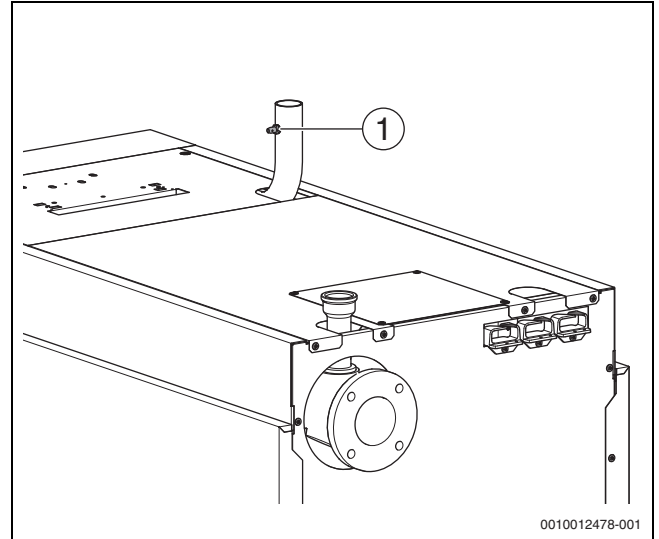

Bild 29 Gasleitung entlüften
- ▶ Verschlusschraube des Prüfnippels (→ Bild 29, [1], Seite 29) für den Gas-Anschlussdruck und Entlüftung um 2 Umdrehungen lösen.